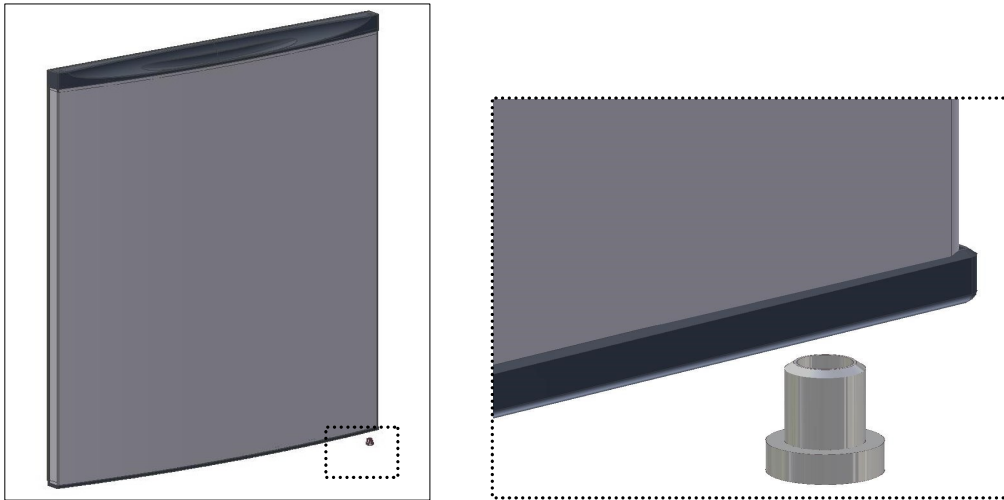

Fig. 8
- Stellen Sie die Hülse auf der Unterseite der Tür (Abb.8);